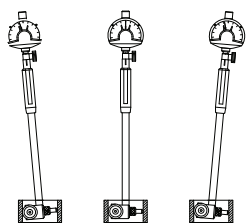

Fig.1
- (1) Impostazione delle dimensioni: scegliere l'incudine, l'asta di prolunga e la rondella in base alle dimensioni del pezzo, quindi montarle come illustrato nelle figure sottostanti, assicurandosi che ogni componente sia fissato saldamente. Utilizzare una chiave per serrare l'incudine quando l'intervallo è inferiore a 35 mm. Dopo l'installazione, premere più volte il punto di contatto; l'indicatore deve muoversi in modo fluido e flessibile.
- (2) Impostare il calibro di riferimento: scegliere un anello di riferimento, un micrometro esterno o un foro standard di diametro e precisione noti; pulire le superfici di misura con un panno morbido.
(3) Impostare lo zero (ad esempio utilizzando un anello di regolazione): inserire il calibro per fori nell'anello di regolazione e muoverlo con un movimento ondulatorio (fig. 1), per individuare il "punto di svolta" dell'indicatore. Regolare l'indicatore in modo che la "linea dello zero" coincida con il "punto di svolta". Muovere il calibro per fori con un movimento ondulatorio più volte per assicurarsi che la "linea dello zero" coincida con il "punto di svolta".